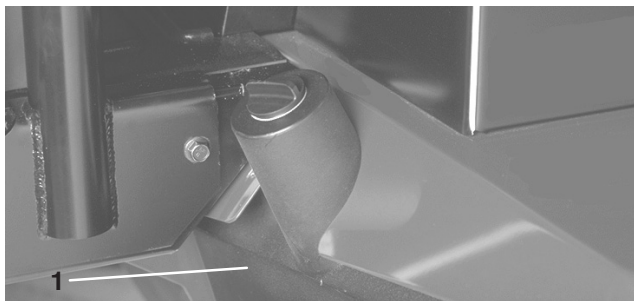

Figure 57
- Retirez le bouchon de vidange au fond du réservoir (Fig. 57) et laissez s'écouler l'huile dans un bac de vidange. Revissez le bouchon de vidange en place lorsque toute l'huile s'est écoulée.